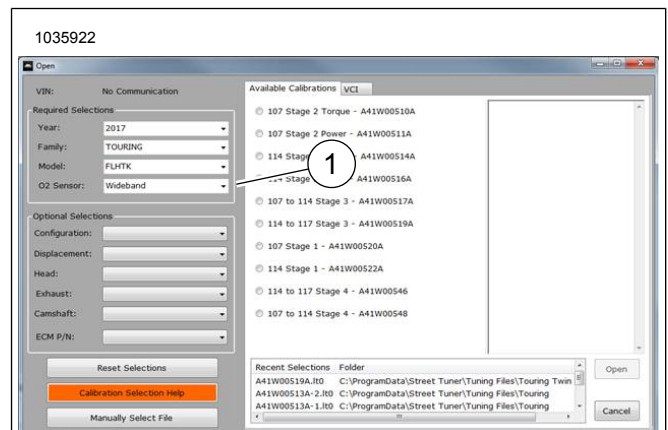

Figura 37. Selección del sensor de oxígeno de banda ancha
22. Vea la Figura 37. Use el sintonizador Screamin' Eagle Pro Street Tuner para completar la instalación. Descargue la nueva calibración del ECM cuando instale este kit. Al seleccionar una calibración para descargar con el Screamin' Eagle Pro Street Tuner, seleccione Banda ancha (1) en el menú desplegable para la opción Sensor de Oxígeno. Consulte el catálogo Screamin' Eagle Pro o comuníquese con un concesionario Harley-Davidson para obtener más detalles sobre el Screamin' Eagle Pro Street Tuner.